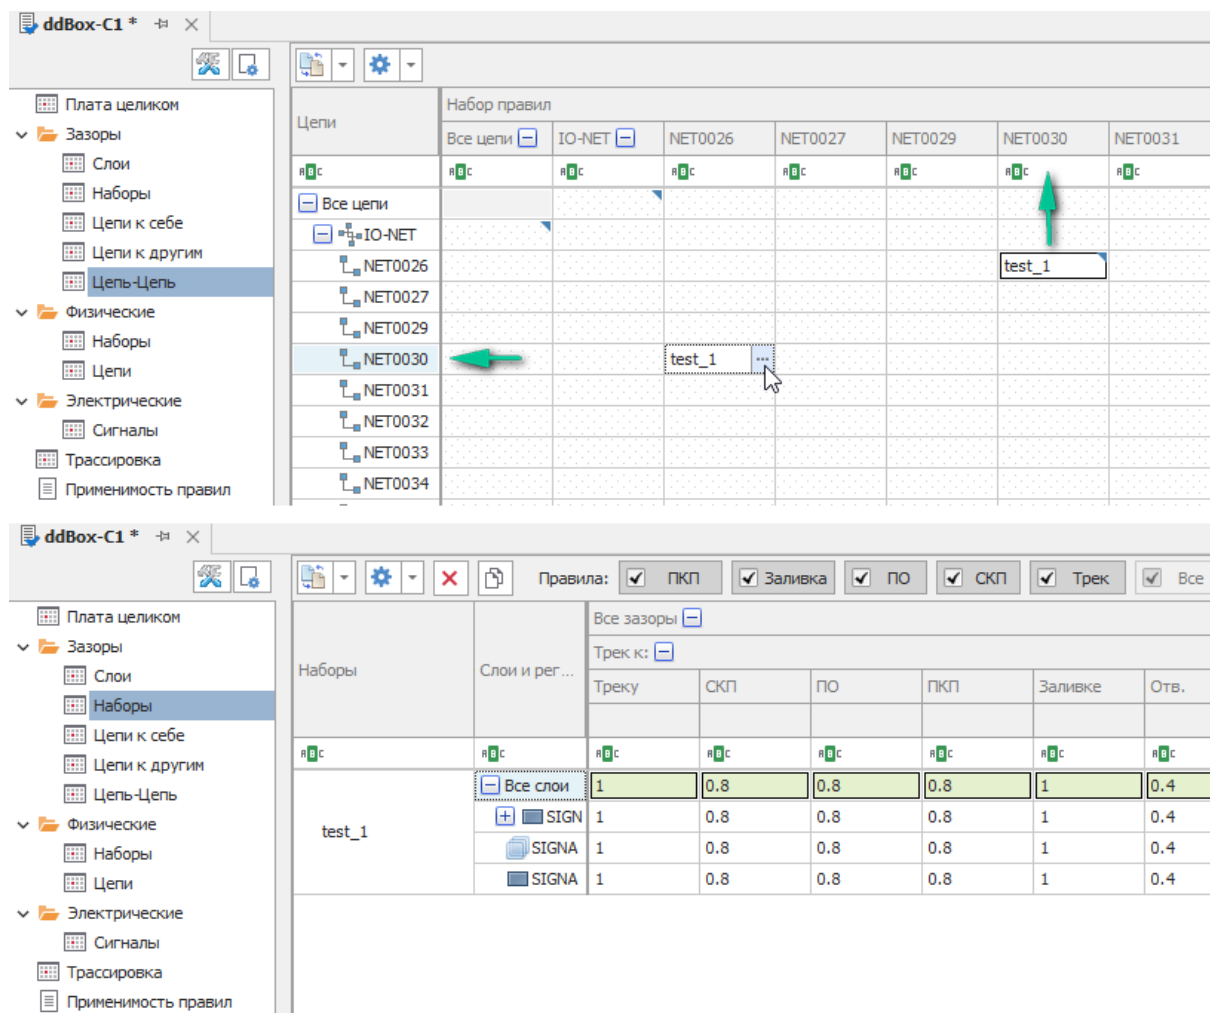

Рис. 56 «Создать набор правил и применить»
- **Создать набор правил и применить** – созданный набор правил будет помещен в качестве шаблона в раздел «Зазоры» → пункт «Наборы», а также применен к цепям, на основании правил которых был создан, Рис. 56.